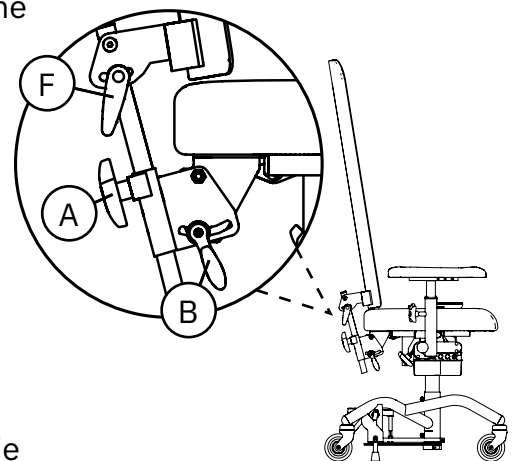

Abb. 5.10. Hohe, transparente Rückenlehne.
Mit dem Rückenlehnenmechanismus Standard Röntgen können die Höhe der Rückenlehne (A) und die Neigung des Rückenlehnenfunktion (B) verstellt werden. Der Winkel (F) der Rückenlehne ist ebenfalls verstellbar, siehe Abbildung 5.10.